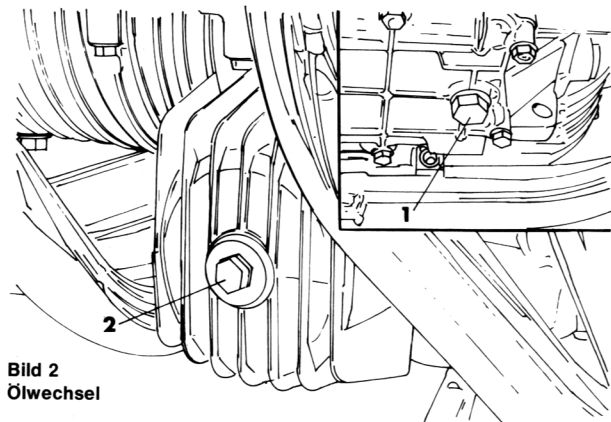

Bild 2
- Öleinfüllverschluss, Ölablassschraube und Ölfilterschraube entfernen und das Öl ablassen (Bild 2).